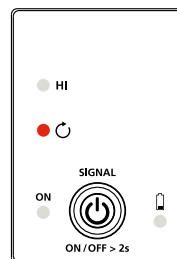

Figure 4.12b : Indicateur du transmetteur affichant le signal en mode Boucle
2. Appuyez brièvement sur le bouton MARCHE/ARRÊT pour sélectionner le mode BOUCLE sur le transmetteur (La LED rouge BOUCLE est ALLUMÉE). Le mode pince génère un signal amplifié de 6 kHz afin de procurer des résultats de traçage supérieurs. L'écran du transmetteur doit apparaître tel que dans la figure 4.12b.